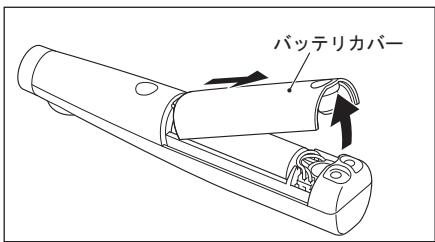

図 11
4) バッテリカバーのねじ側を持ち上げ取り外します。(図 11)